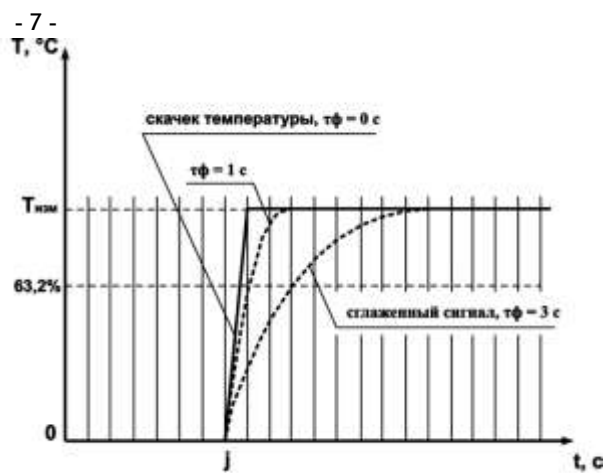

Рисунок 3.6
3.2.4.2 Цифровой фильтр устраняет шумовые составляющие сигнала, осуществляя его экспоненциальное сглаживание. Основной характеристикой экспоненциального фильтра является  $tf$  – постоянная времени цифрового фильтра, параметр  $Ft1$  ( $Ft2, Ft3, Ft4$ ) – интервал, в течение которого температура достигает **63,2%** измеренного значения  $T_{изм}$  (рисунок 3.6).